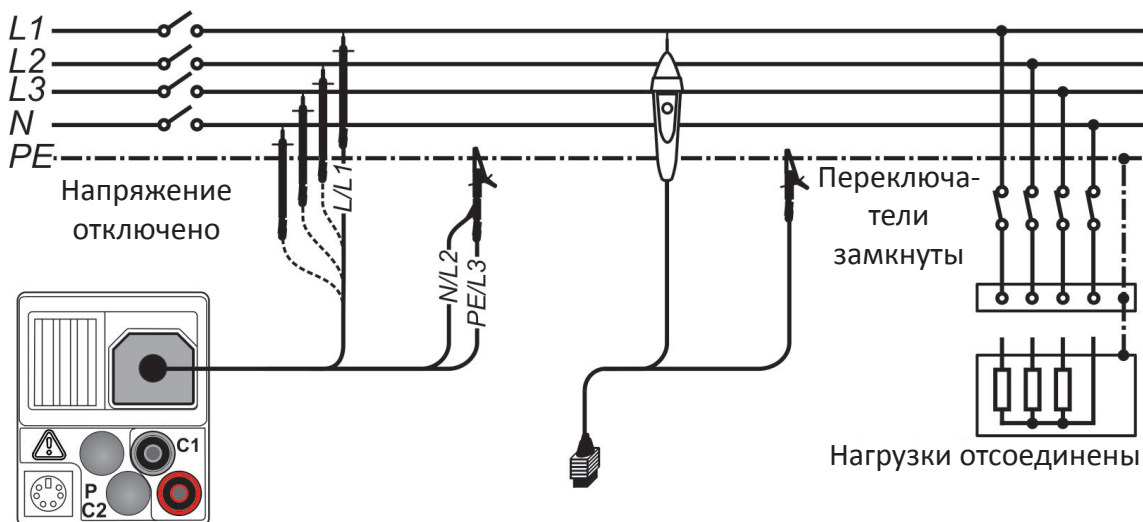
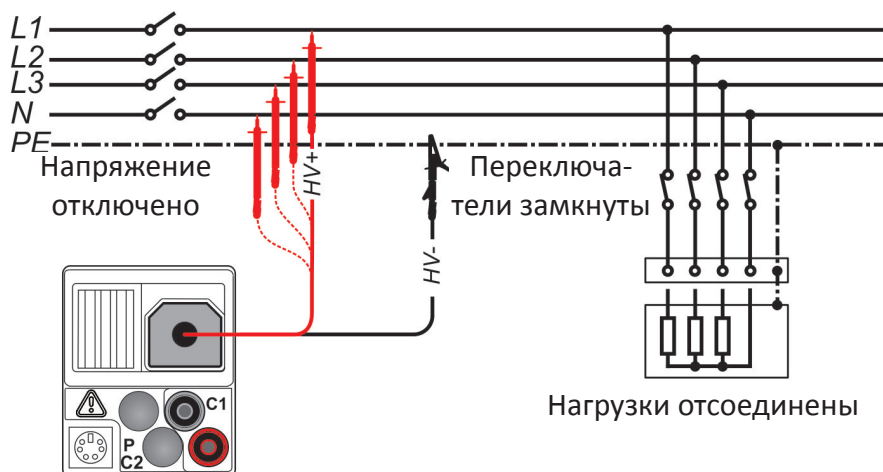

Рисунок 21
Рисунок 22
- Подсоедините** испытательный кабель к прибору и затем к исследуемому компоненту (см. Рисунок 21: Подключение 3-х проводного тестового кабеля и щупа с наконечником «Tip commander» ( $UN \leq 1 \text{ кВ}$ ) и Рисунок 22: Подключение 2.5 кВ тестового кабеля) ( $UN = 2.5 \text{ кВ}$ )